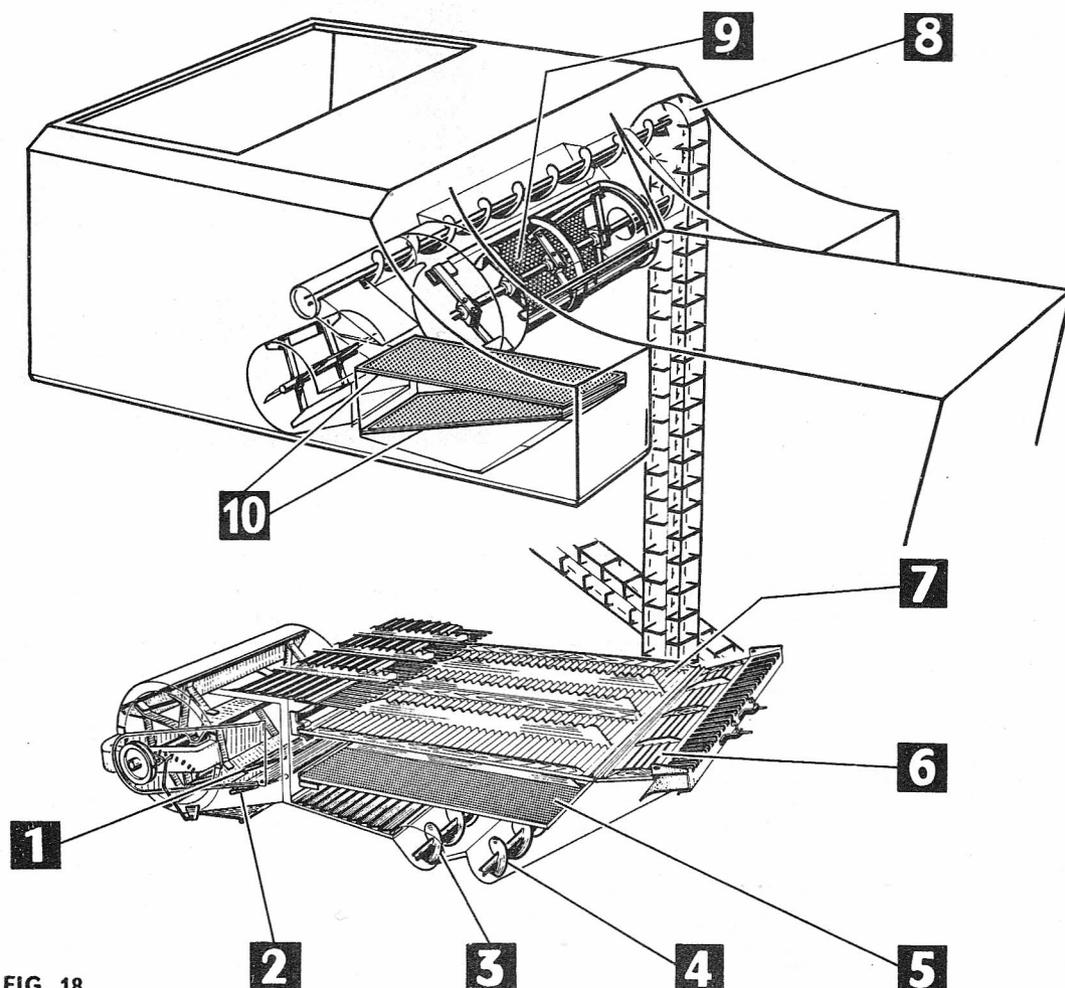

FIG. 18
Il prodotto passa attraverso un vaglio regolabile tipo "Petersen" (7 - fig. 18) dove avviene la prima separazione delle particelle leggere che vengono trasportate all'esterno dall'aria generata dal ventilatore.
In condizioni normali, su grano e cereali in genere, il deflettore inferiore (2 - fig. 18) e quello superiore (1) devono essere orientati in modo da distribuire l'aria abbastanza uniformemente su tutto il vaglio, però con intensità leggermente maggiore sulla par-
Nel caso che con il grano siano presenti delle parti verdi (erbe, ecc.) conviene diminuire l'apertura della prolunga e sollevarla per evitare di sovraccaricare il recuperatore (4 - fig. 18) e contemporaneamente di perdere chicchi.